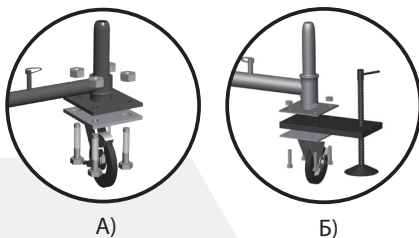

рис. 1
- Поворотные колеса (2) при помощи комплекта крепежа колес (10) присоединить к гантели базы (1) (рис. 1 А).
- Для придания большей устойчивости вышки следует использовать съемную винтовую опору (12), соединив ее с гантелью базы и поворотным колесом (рис. 1 Б).